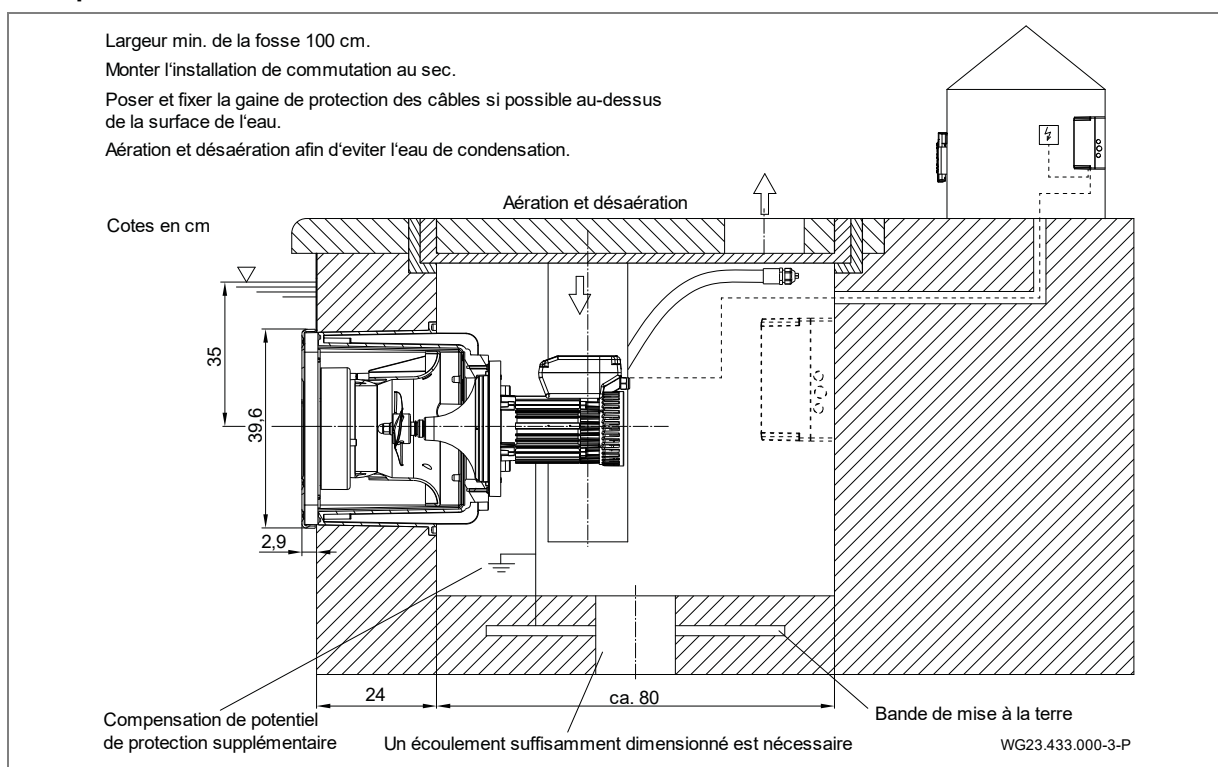

Fig. 17
1. Dégraisser la tubulure de raccordement (d, (Fig. 17)) sur le boîtier en plastique (1) et la douille de raccordement de la gaine de protection des câbles (12) avec un nettoyant pour PVC-U / ABS.
L'installation doit être montée dans un compartiment attenant au bord du bassin. Une aération et une ventilation irréprochables ainsi qu'un siphon de sol aux dimensions appropriées doivent être disponibles dans le local d'installation. Prévoir une possibilité de fixation pour la gaine de protection pour les câbles (si possible au-dessus du niveau de l'eau). Un raccordement pour une compensation de potentiel doit être disponible dans le compartiment. Voir "Fig. 17", page 21.